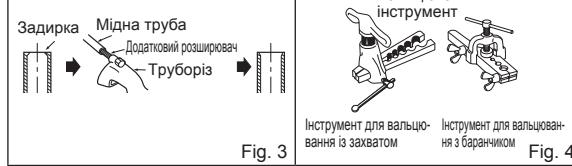

Fig. 3
- Повністю видаліть усі задирки на поперечному розрізі труби (Fig. 3).